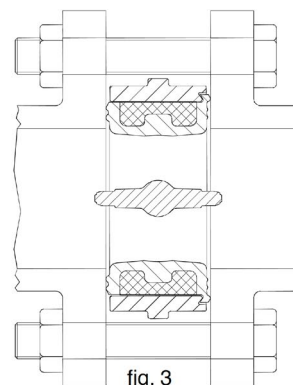

fig. 3
- Apoye la mariposa con la ayuda de dos tirantes que, pasando por los orificios de las bridas y las ranuras en el cuerpo de la válvula, permitirán un primer centrado normal entre las bridas. Cierre ligeramente los 4 tirantes (uno frente al otro) hasta que la válvula esté ligeramente fija y el centro del cuerpo de la válvula esté fijo respecto a las bridas del conducto (un error de ± 1 mm en un DN 50 y, proporcionalmente, de ± 5 mm en un DN 300 es más que suficiente). Cierre las 4 tirantes hasta que la válvula esté totalmente bloqueada, abra la mariposa por completo (fig. 3) e introduzca y cierre todos los demás pernos que requieran las bridas. La válvula no es especialmente sensible al par de tensión que genera el cierre de los pernos en las bridas. Aplique el par de tensión establecido según la normativa correspondiente, así como en función del material de atornillado.